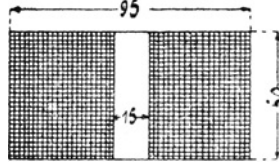

Fig. 4.
45. Eine Spule von 15 [30] (100) mm (Fig. 4) innerem Durchmesser ist mit einem 0,3 [0,4] (1,5) mm dicken Kupferdraht, der mit Seide besponnen ist, bewickelt, und zwar liegen 125 [200] (70) Drähte nebeneinander und 100 [90] (30) Lagen übereinander, so daß der äußere Durchmesser der Spule 95 [120] (200) mm beträgt. Welchen Widerstand besitzt die Spule bei  $15^\circ \text{ C}$ ?